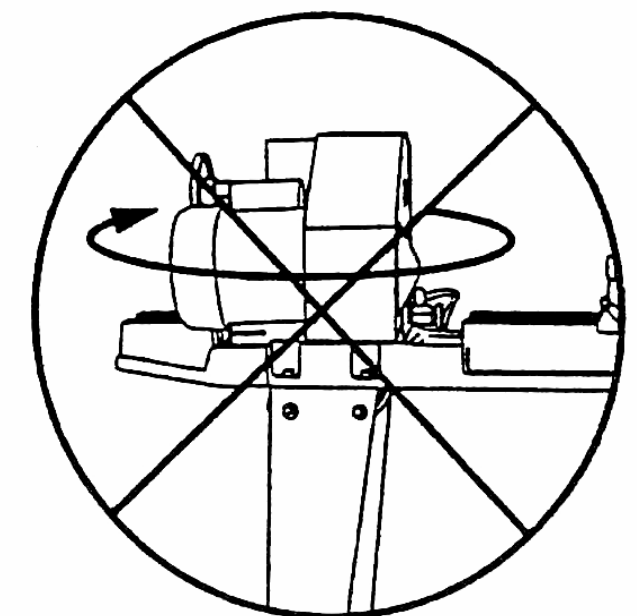

Рис.12
**ПРЕДУПРЕЖДЕНИЕ:** НЕ ПОВОРАЧИВАЙТЕ ПЕРЕДНЮЮ БАБКУ БОЛЕЕ ЧЕМ НА 180° ПО ЧАСОВОЙ СТРЕЛКЕ ИЗ УСТАНОВОЧНОЙ ПОЗИЦИИ, ЧТОБЫ НЕ ПОВРЕДИТЬ ПРОВОДА (Рис.12).